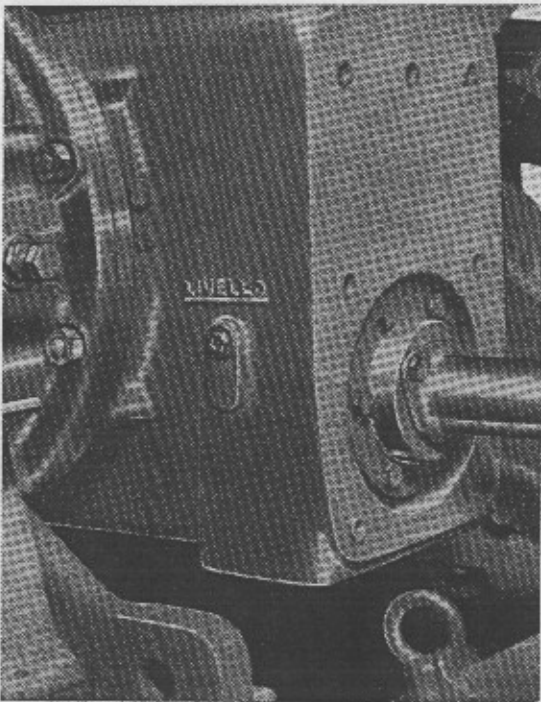

Fig. 49
- 7) **Carter cambio e trasmissione** - Controllare il livello olio dall'apposita asticciola (fig. 49) e se necessario ripristinarlo dall'apposito bocchettone.